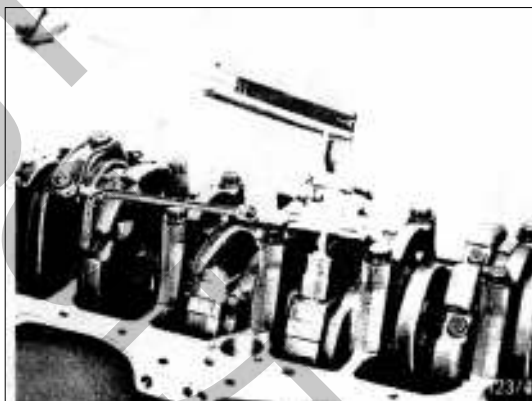

РИС. 40
12) Поверните коленчатый вал и приведите любую пару поршней в НМТ. Закрутите болты крепления этой пары при помощи динамометрического ключа до начального крутящего момента 10 ± 1 кг·м и далее затягивайте их на $90^\circ - 110^\circ$, используя прибор показателя угла 2576 5890 0204. Таким же образом закрепите оставшиеся болты (рис.40).